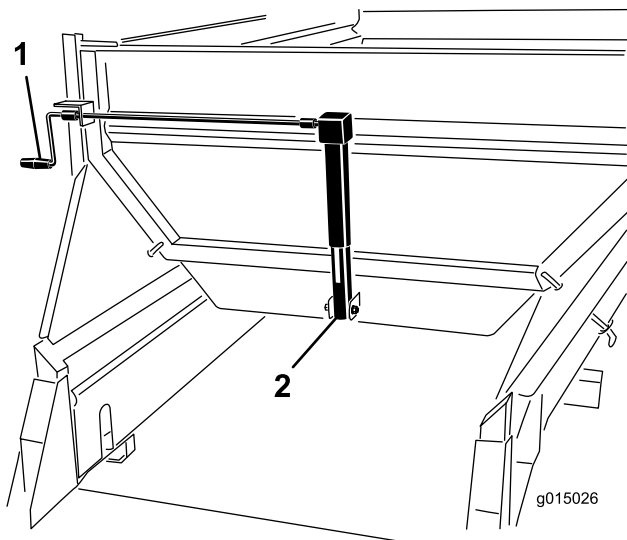

Figura 45
Gire la manivela para ajustar la compuerta (Figura 45) hasta que la flecha quede alineada con el centro del color deseado (en este caso, amarillo).
1. Gire la manivela para ajustar la compuerta (Figura 45) hasta que la flecha quede alineada con el centro del color deseado (en este caso, amarillo).